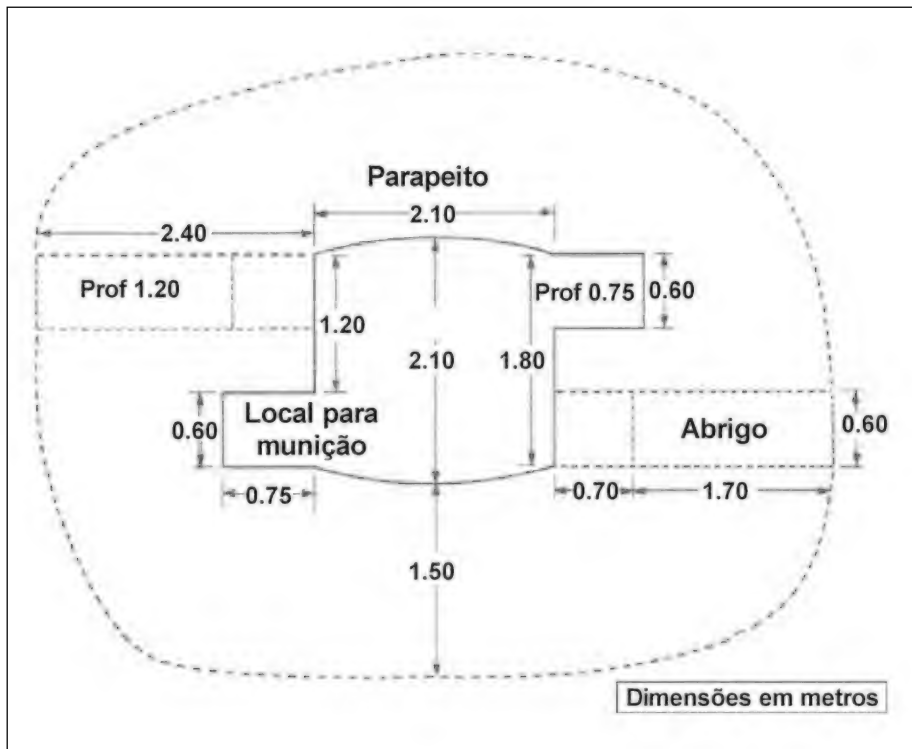

Fig 4-11. Dimensões do Espaldão do Morteiro
**a. O espaldão do morteiro** - A posição consiste de um espaldão, aproximadamente de forma quadrangular, para o morteiro, com 0,75 metro de profundidade e com lados de 2,10 metros de comprimento (Fig 4-11). A profundidade do espaldão para morteiro não deve exceder o valor mencionado ou haverá dificuldade de atirar com elevações baixas do tubo. Quando for utilizado o Sistema de Sacos Raschen, o espaldão poderá ser afundado e acrescido do valor da altura do ninho da placa-base, o que propiciará melhor proteção para a guarnição.
**b. Locais para munição** - Dois locais para munição, cada um com 0,60 metro de largura por 0,75 metro de comprimento e com 0,75 metro de profundidade, são preparados nos cantos opostos do espaldão. Locais adicionais podem ser feitos em posições convenientes ao redor do espaldão com as mesmas dimensões. Cada local para munição armazena, aproximadamente, 32 tiros de morteiro. (Fig 4-11)
**c. Abrigos** - Dois abrigos para um homem como trincheira de tiro são necessários. Eles são posicionados nos cantos opostos do espaldão não usados como locais de munição (Fig 4-11). Cada um possui 2,40 metros de comprimento total, com 1,70 metro coberto, para fornecer proteção (Ex: fogos de contra-bateria). O 0,70 metro mais próximo do espaldão do morteiro é usado para a realização de tiro. O abrigo e a trincheira devem ser cavados com uma